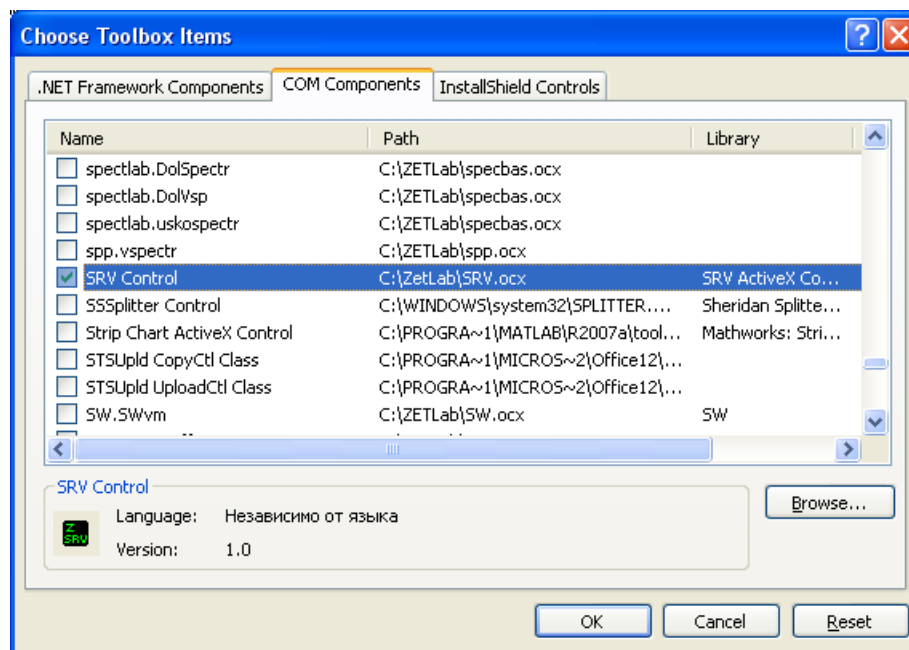

Рисунок 2’. Подключение компонента.
4. Выбрать из списка SRV Control. Необходимо отметить компонент галочкой и нажать кнопку ОК. Рисунок 2’.